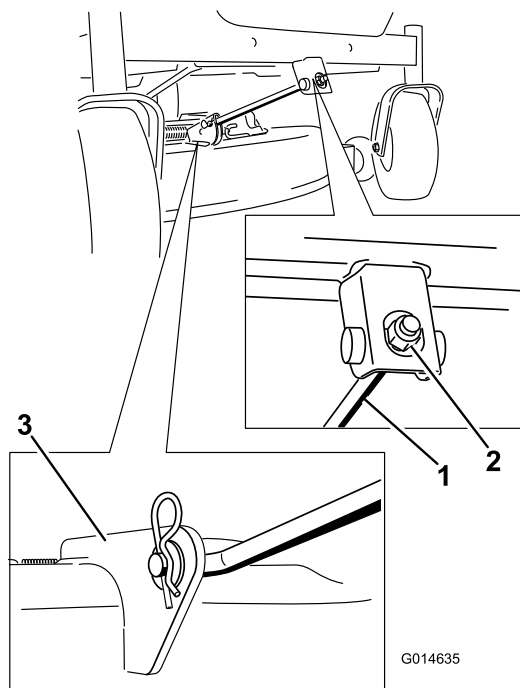

Figure 74
- Retirez la goupille fendue de la tige de support avant et déposez la tige du support de plateau (Figure 74).
6. Fixez la tige de support avant au plateau de coupe à l'aide de l'axe de chape et de la goupille fendue (Figure 74).